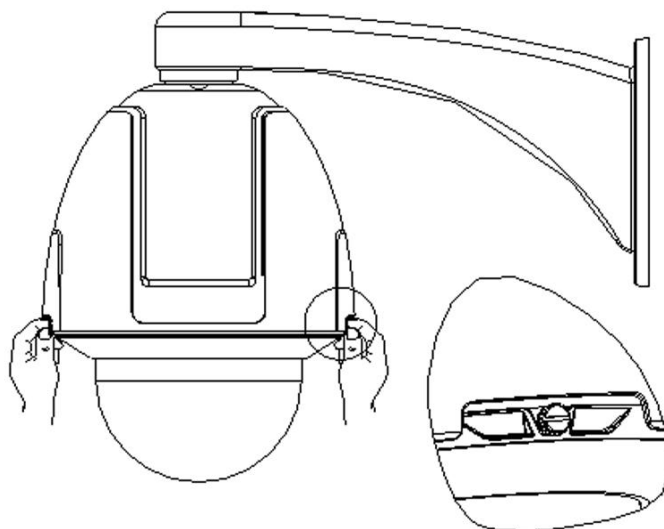

Figure 1.3.8 Installation de la coupole
**7. Installez la coupole et fixez les deux vis de pression, comme représenté en figure 1.3.8.**